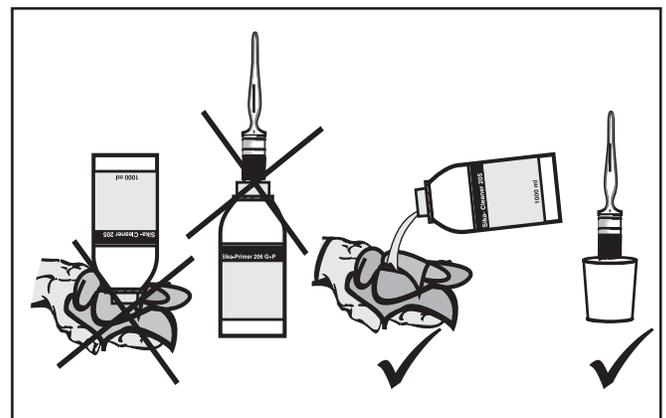

Figure 30 - Ne pas tremper le pinceau dans le contenant et ne pas renverser la bouteille sur le chiffon
B. Ne pas tremper de pinceau dans un contenant d'origine et ne pas appliquer un chiffon directement sur le contenant. Voir Figure 30.